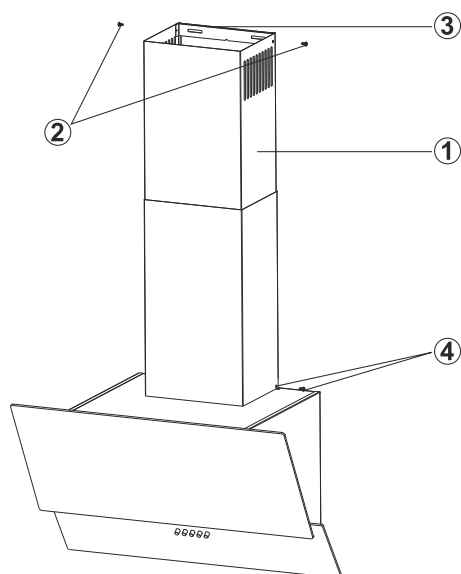

Fig. 10
- Indvendig skorsten (nr. 1) skal afmonteres ved at skrue på skruerne (nr. 2) (Fig. 10). Derefter kan indvendig skorsten skydes ind i det udvendige skorsten.
- Udvendig skorsten kan afmonteres ved at skrue på skruerne (nr. 4) (Fig. 10). Fjern nu begge skorstene.